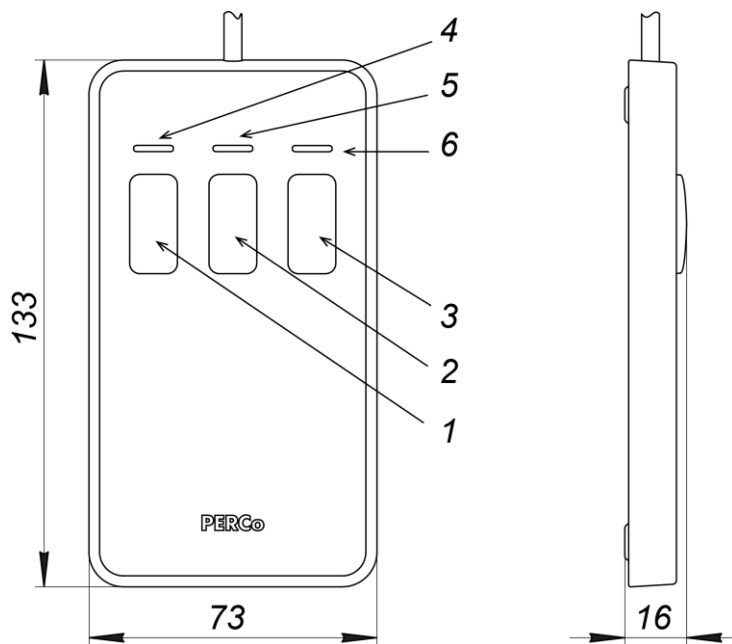
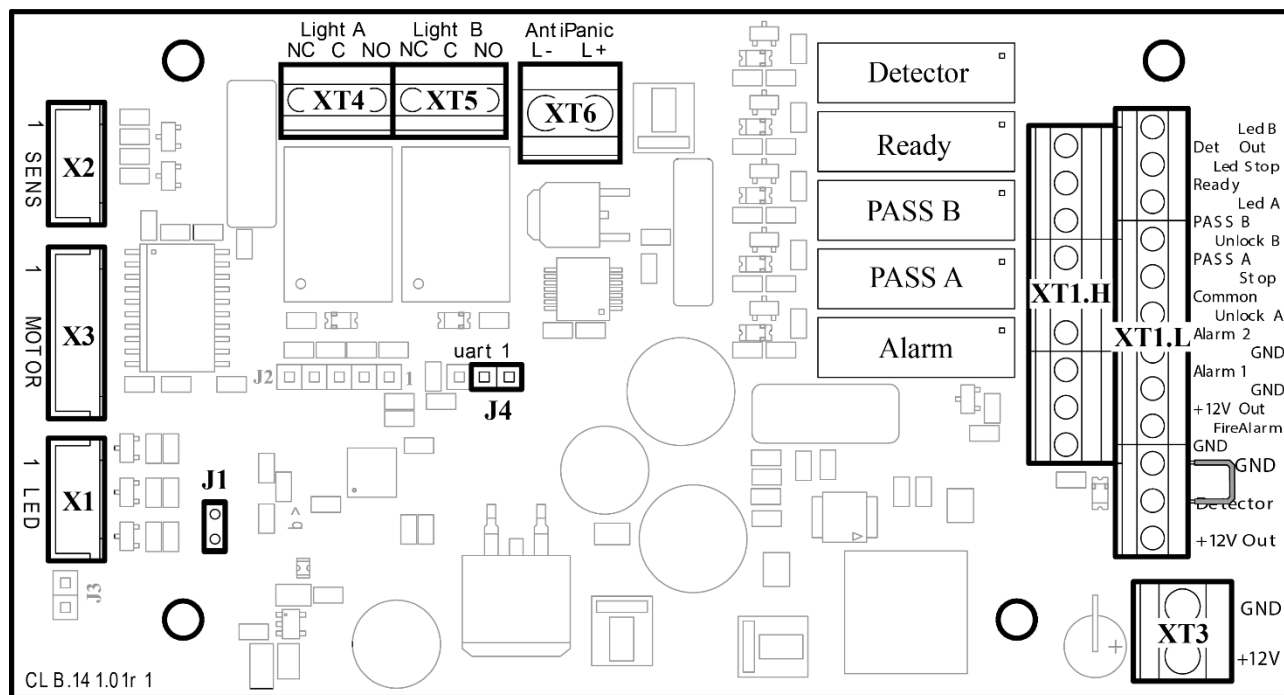

Рисунок 4. Общий вид и габаритные размеры ПДУ
Рисунок 5. Внешний вид платы управления
ПДУ (9) выполнен в виде небольшого настольного прибора в корпусе из ударопрочного АБС пластика и предназначен для задания и индикации режимов работы при ручном управлении турникета. ПДУ подключается к плате гибким многожильным кабелем (10) через клеммную колодку **ХТ1.L** (см. рис. 5). Общий вид ПДУ показан на рис. 4.
Внутри стойки расположен кронштейн с установленной платой управления (см. рис. 5) и клеммами для подключения внешних устройств. К плате подключаются ПДУ, выходы СКУД, устройство РУ (при его использовании), устройство аварийного открытия прохода *Fire Alarm* (далее – *устройство Fire Alarm*). На клеммы подключения внешних устройств выведены линии подключения источника питания, линии сигналов считывателей. Подключение внешних устройств производится в соответствии со схемой электрических соединений турникета (см. рис. 13).
На плате управления (см. рис. 5) расположены:
Выбор режима управления осуществляется снятием / установкой переключки на разъем **J1** платы управления. Расположение разъема **J1** показано на рис. 5. При поставке переключка установлена, что соответствует импульсному режиму управления турникетом. Для перехода в потенциальный режим управления снимите переключку. Изменение режима управления произойдет после включения турникета.
Факт подачи напряжения на обмотку реле можно определить по загоранию соответствующего красного светодиода, установленного на плате управления вблизи соответствующего реле (см. рис. 5).